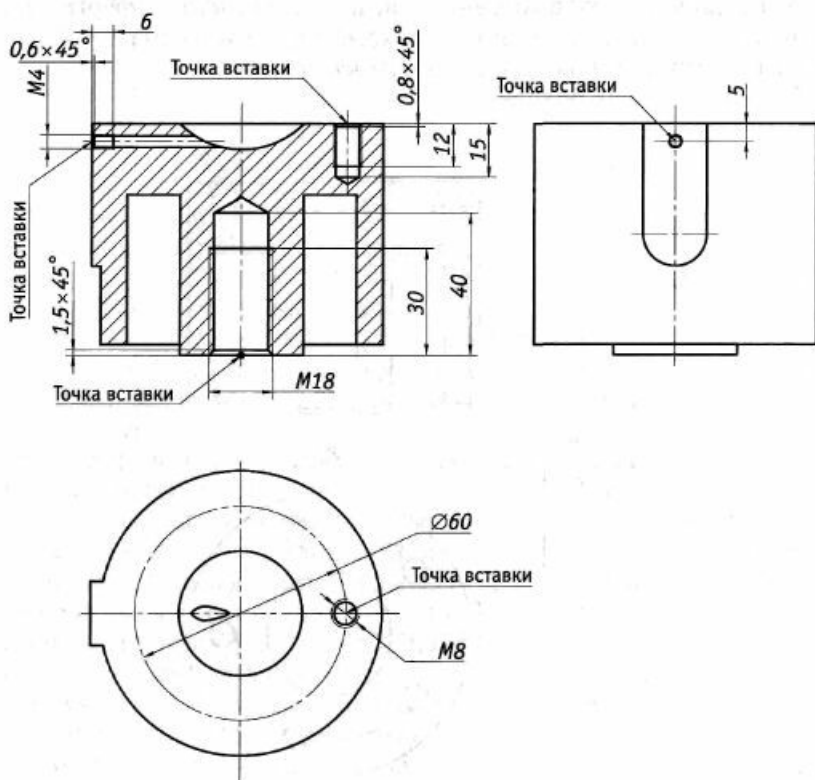

Рис. 2.3. Использование библиотечных элементов
2. На главном виде выполните изображение глухого резьбового отверстия М18 (рис. 2.3). Для этого вызовите прикладную библио-